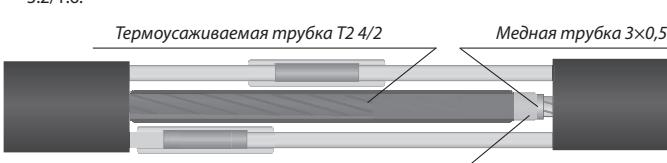

Рис. 4. Соединение заземляющих проводов
3.5. Соединение заземляющих проводов (см. рис. 4).